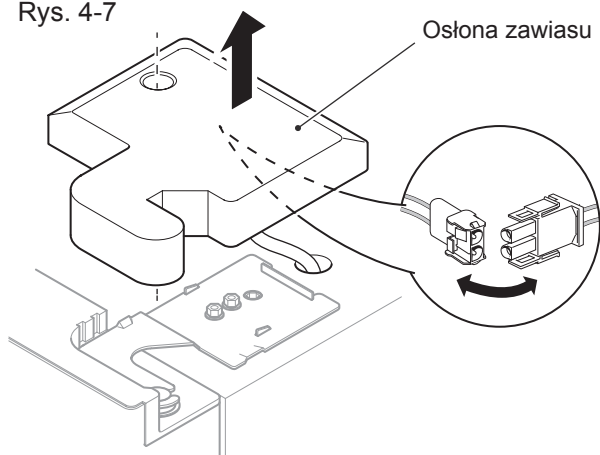

Rys. 4-6
2. Odkręcić śruby przytrzymujące górny zawias, a następnie zdjąć ten zawias (Rys. 4-6).